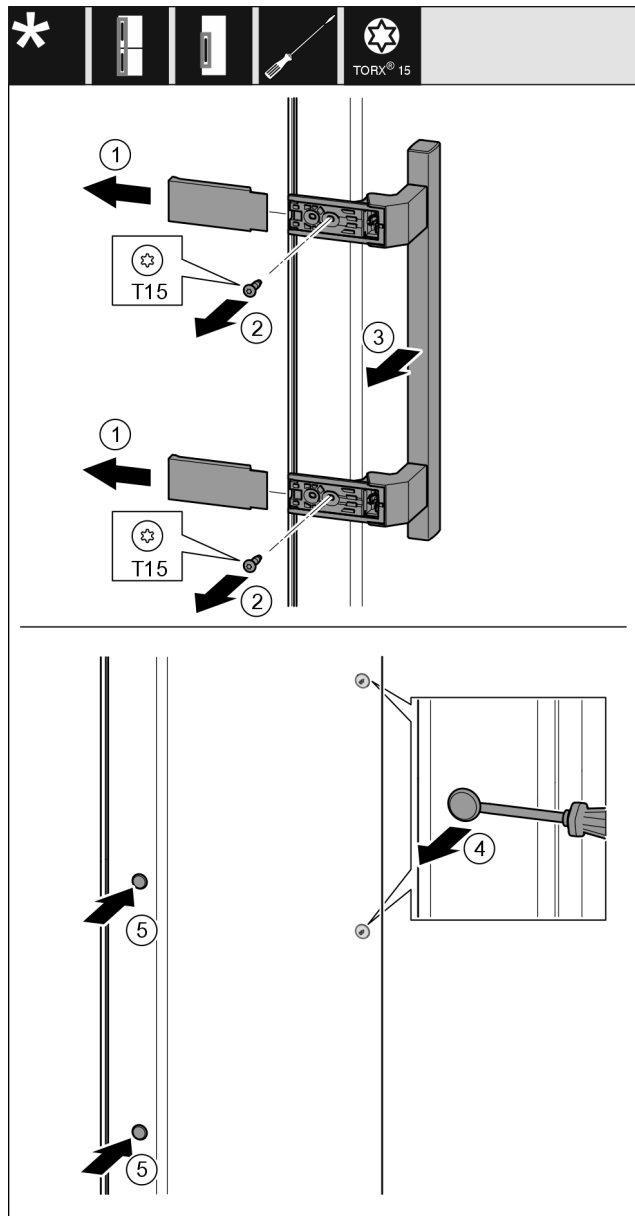

Fig. 24
- ▶ Stáhněte kryt Fig. 24 (1).
- ▶ Šroubovákem vyšroubujte šrouby Fig. 24 (2).
- ▶ Sejměte madlo Fig. 24 (3).
- ▶ Postranní zátku Fig. 24 (4) opatrně plochým šroubovákem nadzvedněte a vytáhněte.
- ▶ Zátku Fig. 24 (5) opět vložte na druhou stranu.